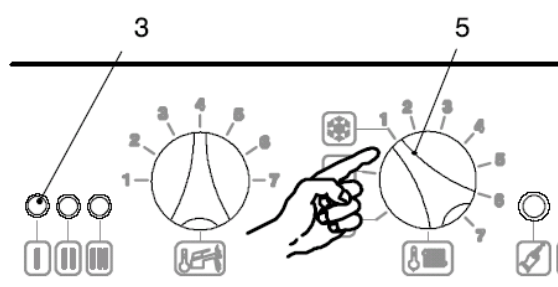

Рис. 6.4.
15. Включите электропитание котла (двухполюсный выключатель); световой индикатор поз. 3 (рис. 6.4.) после включения мигает с частотой один раз в 4 секунды.
16. Поверните селектор поз. 5. в положение, как указано на рис. 6.4.;